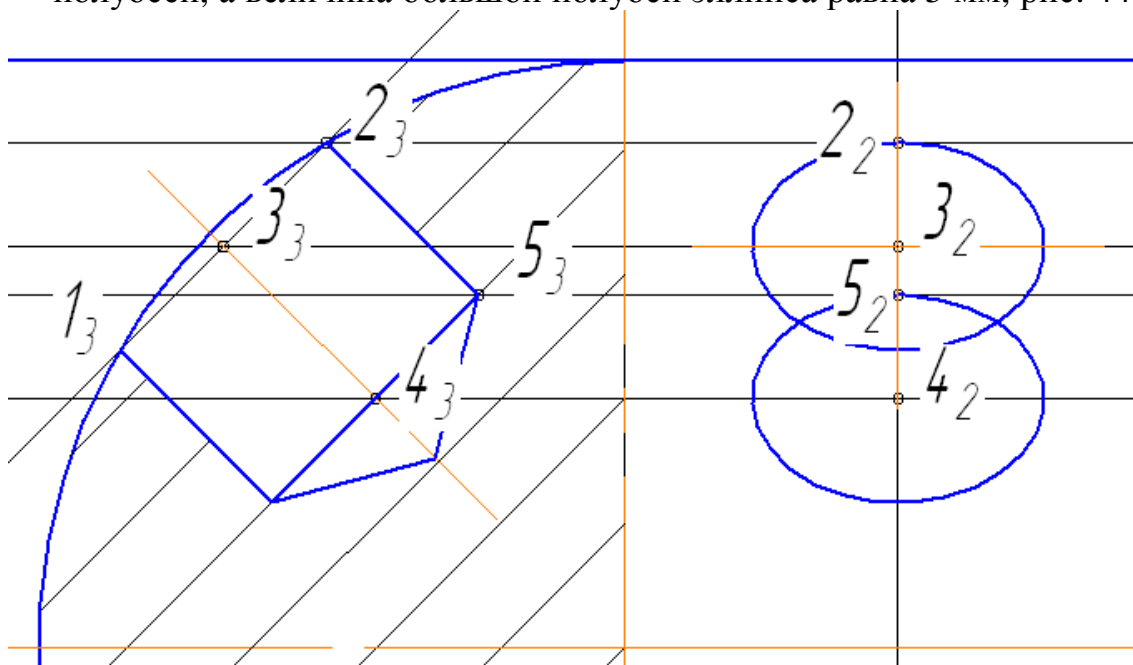

Рис. 44
11. Для построения проекций отверстий на главном виде проведите вспомогательную прямую через точки 1 – 2. Центры двух эллипсов будут в точках 3 и 4. Точки 2 и 5 определяют величину малых полуосей, а величина большой полуоси эллипса равна 5 мм, рис. 44.